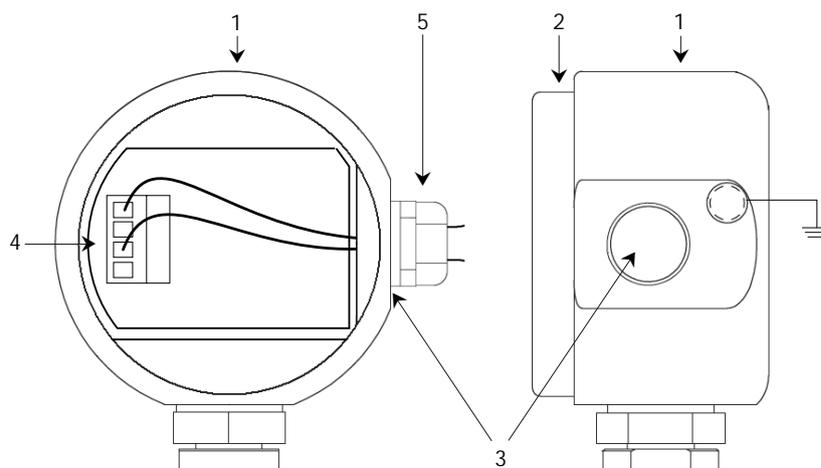

Рис. 17 Корпус датчика точки росы
- б. Кабель датчика точки росы подключается через клеммный блок (4) (см. рис. 17). Для доступа снимите крышку корпуса контактов (2).